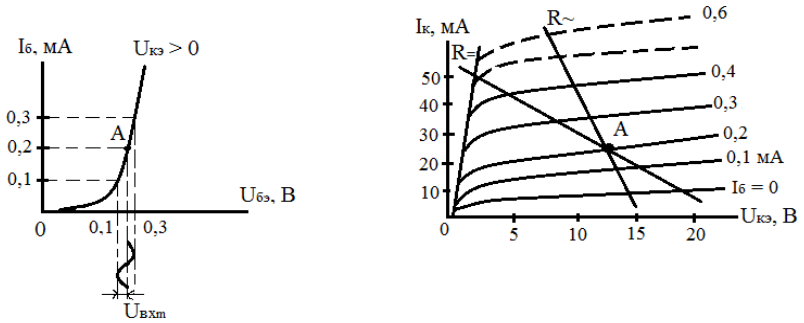

Рис. 2.6
6. Определить амплитудное значение $U_{\text{выхн}}$ при подаче \sin -го сигнала с $U_{\text{вхн}}$ (рис. 2.6).